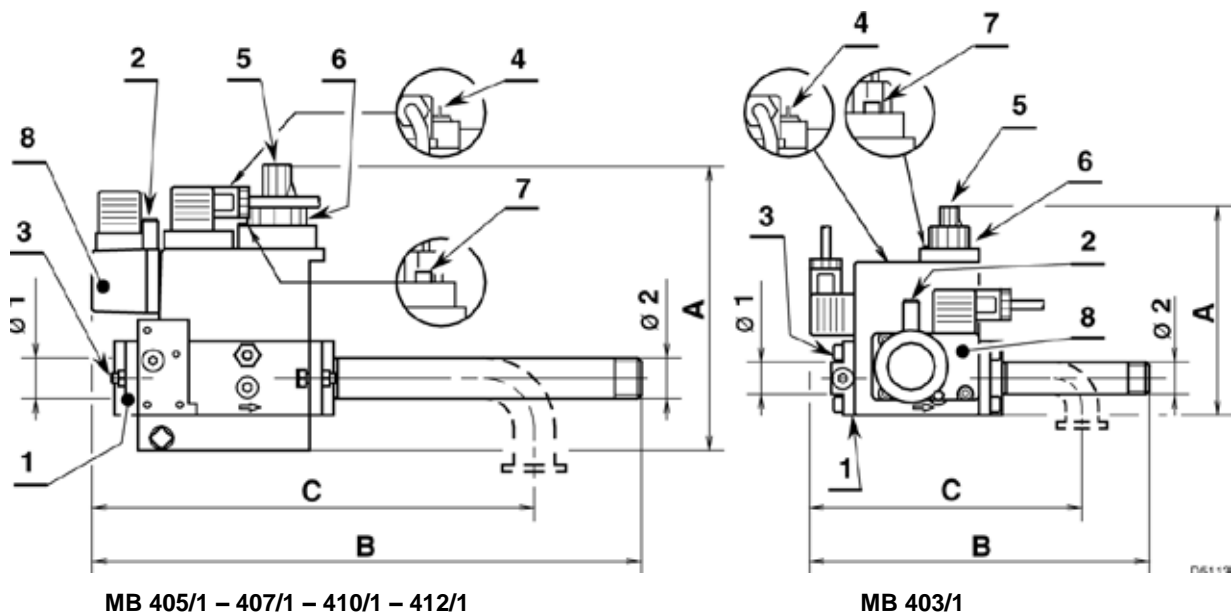

рис. 1
Газовые ramпы могут быть смонтированы как справа так и слева от горелки: при установке справа необходимо переставить на противоположную сторону штуцер измерения давления (2) (рис.1). На мультиблоке MB 403/1 необходимо переставить реле давления газа.
Перед настройкой мультиблока необходимо установить регулировочные элементы стабилизатора давления (4)(рис.1) и регулирующего клапана (6)(рис.1) (предварительно необходимо ослабить винт (7) (рис.1)) в закрытое положение. Для этого следует повернуть до упора все вышеуказанные регулировочные элементы в сторону со знаком «-» (см. изображение на мультиблоке). Затем, поворачивая регулировочные элементы в сторону со знаком «+» на 1/3 от возможного количества оборотов, установить предварительные настройки мультиблока. Запустить горелку.
При работающей горелке, посредством ручки(6) (рис.1) и на основании показаний счетчика газа установить рассчитанный ранее расход газа (рис.4). Если при полностью открытом клапане не удастся достичь необходимого расхода газа, необходимо прибавить на стабилизаторе давления 5-10 оборотов и повторить настройку регулирующего клапана.
Регулирующий клапан оборудован устройством, обеспечивающим плавность его открытия при розжиге горелки. Посредством винта 5 (рис.1) можно установить стартовый расход газа в диапазоне от 10% до 40% от рабочего.
Для того чтобы получить доступ к регулировочному винту, необходимо сдвинуть крышку, закрывающую винт (4)(рис. 1).
Перед началом регулировки реле минимального давления газа (8)(рис.1), необходимо сначала выполнить все другие настройки. Для начала необходимо снять защитный кожух с регулировочной ручки, отвернув крепящий ее винт. Затем установить регулировочную ручку на начало шкалы (рис.7).